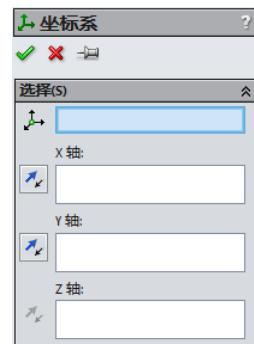

图 3-5 “坐标系”属性管理器
1. 在菜单栏中选择“插入参考几何体”→“坐标系”命令, 或者单击“特征”工具栏中的“坐标系”图标按钮 。此时出现“坐标系”属性管理器, 如图 3-5 所示。